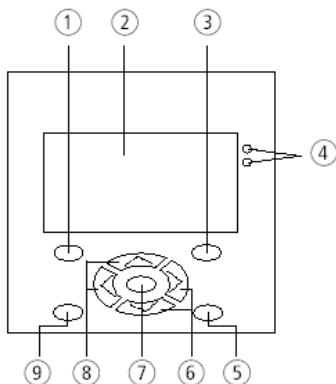

Рис. 6.57. Лицевая панель и кнопки управления MFD-Titan
6.4.1. Лицевая панель и кнопки управления реле (рис.6.57)